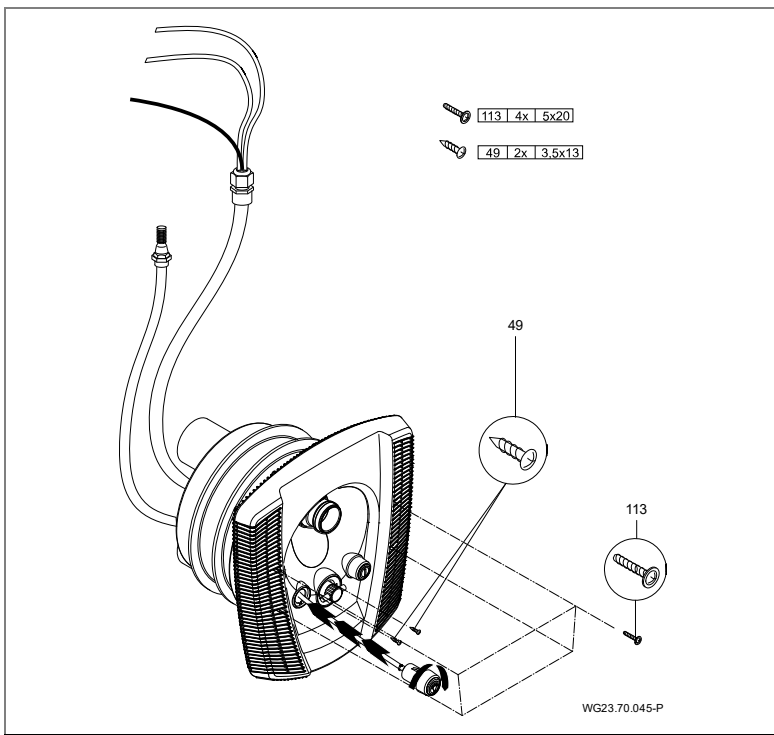

Fig. 18
7. Fixer la façade (93) avec les 4 vis (113) sur le corps de buse (102.1). Insérer les 2 boutons pneumatiques dans la façade du corps de buse (102.1). Les verrouiller en tournant dans le sens inverse des aiguilles d'une montre. (Fig. 18)